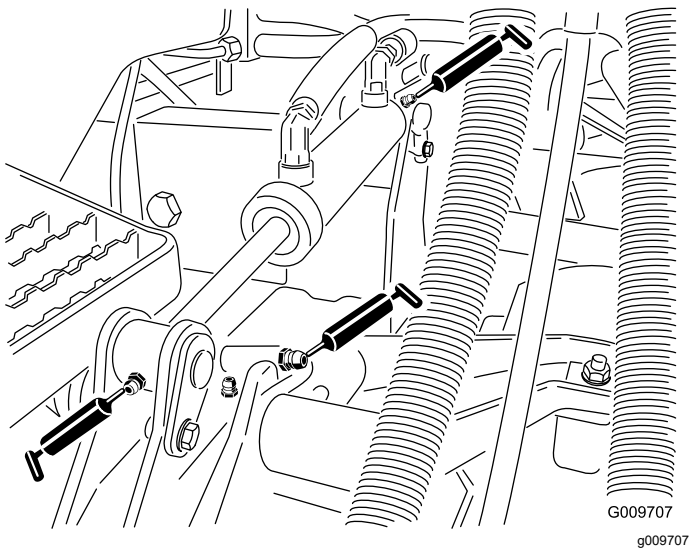

図 78
- 図 78 に示す、昇降アームのブッシュカッティングユニット 1 台に 1ヶ所
- 図 78 に示す、昇降シリンダのブッシュカッティングユニット 1 台に 2ヶ所